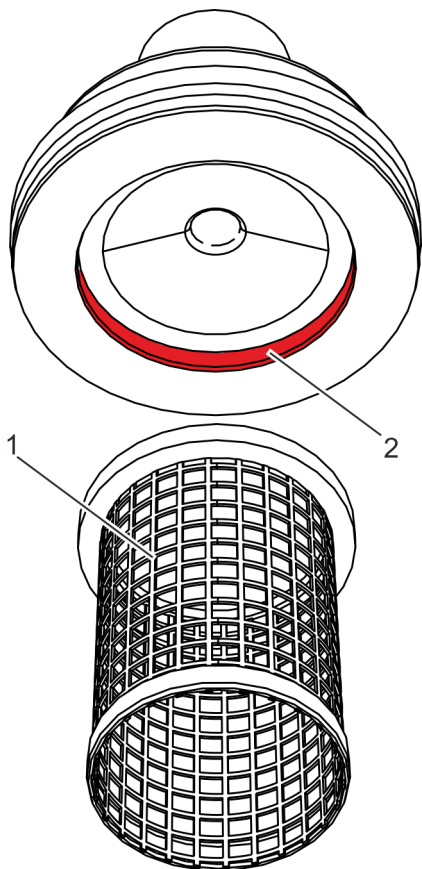

Fig. 27: Montar el tamiz cilíndrico
5. ➤ Inserte un nuevo tamiz cilíndrico (Fig. 27/1) en el elemento centrante (Fig. 27/2) de la tapa.